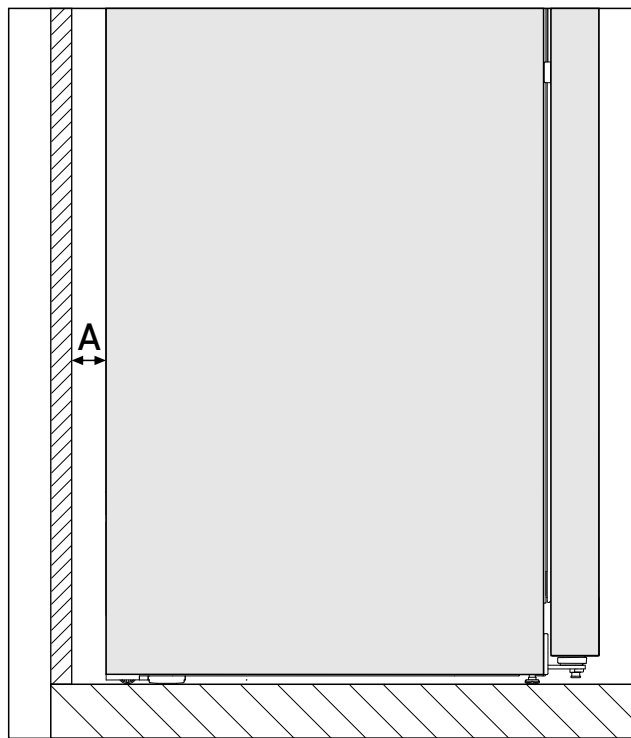

Fig. 3 *
Energiförbrukningen uppmättes vid väggavståndet *Fig. 3 (A)* mellan skåpets baksida och väggen. Om väggavståndet är mindre än *Fig. 3 (A)* påverkas inte skåpets funktionsduglighet, men vid ett mindre väggavstånd ökar energiförbrukningen något.*